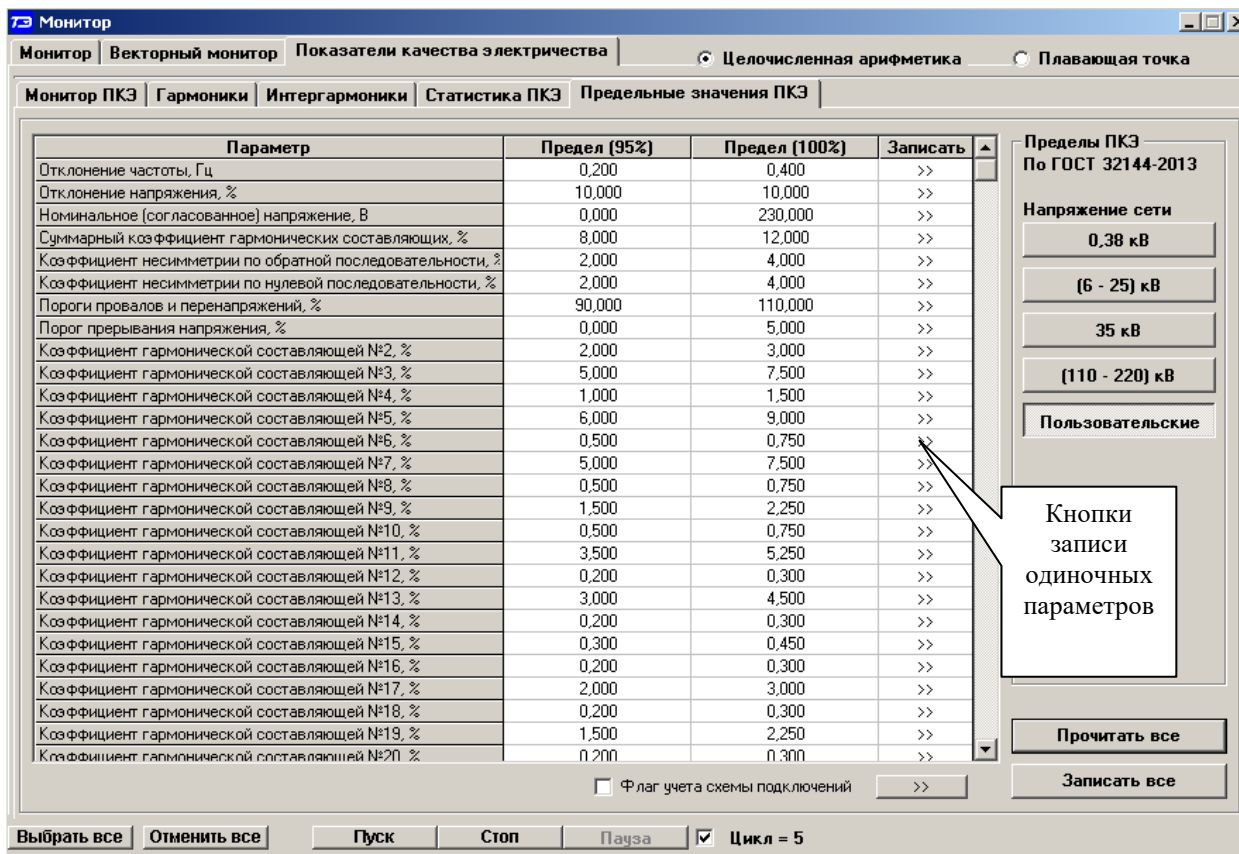

Рисунок 35 – «Предельные значения ПКЭ» (по ГОСТ 32144-2013)
19.1.3 Для чтения установленных в счетчике предельных значений ПКЭ нажать кнопку «Прочитать все» на поле формы (рисунок 35). Прочитанные параметры отображаются в столбцах «Предел (95 %）」 и «Предел (100 %）」, а в левом столбце перечислены названия параметров.
19.1.6 Для подключения к сетям 0,38 кВ, (6 - 25) кВ, 35 кВ, (110 - 220) кВ, нажать соответствующую кнопку на поле вкладки (рисунок 35). При этом конфигуратор загрузит в окна вкладки массив предельных значений ПКЭ по ГОСТ 32144-2013 для сети выбранного уровня напряжения. Для записи всего массива предельных значений нажать кнопку «Записать все», расположенную на поле вкладки.
19.1.8 Для создания массива пользовательских параметров нажать кнопку «Пользовательские» на поле вкладки (рисунок 35) и в каждое окно вписать требуемое предельное значение параметра. Введенные пользовательские значения параметров могут сохраняться в файле на диске и загружаться в окна вкладки с сохраненного файла.